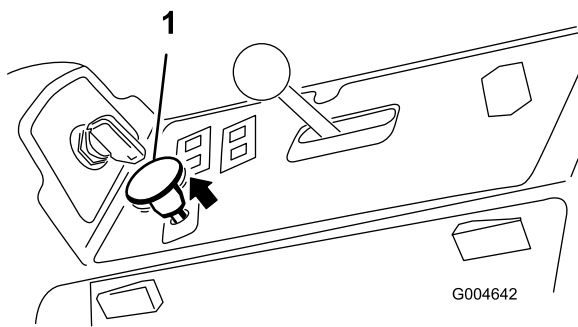

Bild 22
3. Ziehen Sie den ZWA-Schalter heraus, um ihn zu aktivieren (Bild 22).